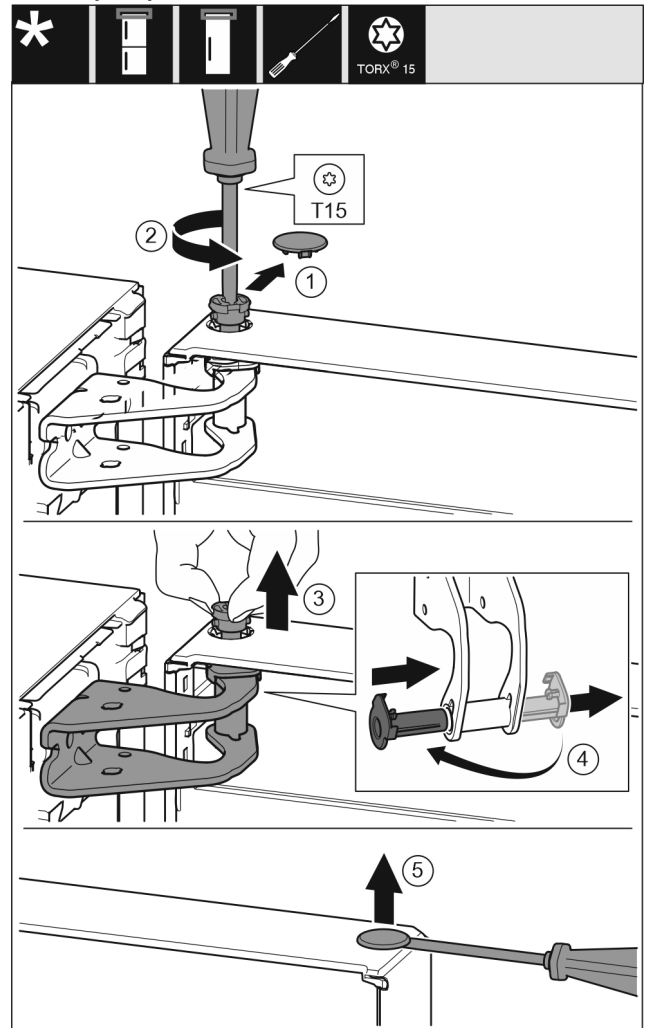

Fig. 9
▶ Обережно зніміть запобіжну кришку. Fig. 9 (1)
▶ Трохи викрутіть гвинт за допомогою викрутки T15. Fig. 9 (2)
▶ Притримуйте дверцята і витягніть палець руками. Fig. 9 (3)
▶ Витягніть із напрямної опорну втулку. Встановіть і зафіксуйте з іншого боку. Fig. 9 (4)
▶ За допомогою шліцевої викрутки обережно підійміть пробку із опорного втулка дверцят та витягніть її. Fig. 9 (5)